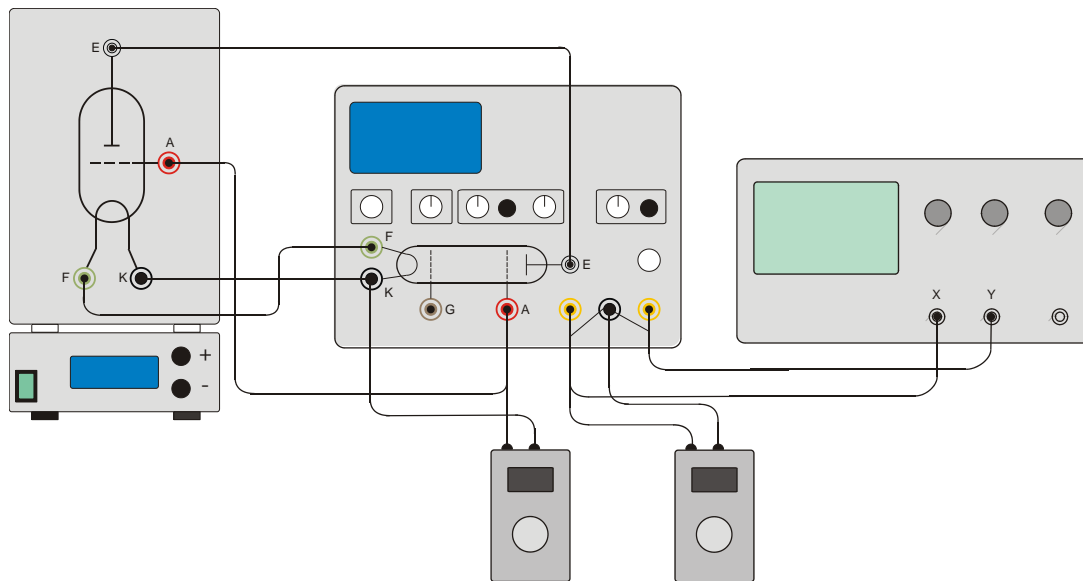

Fig. 3 Montaje experimental con el tubo de Franck-Hertz con 2 voltímetros digital
- Se conecta el voltímetro digital entre la salida de señal (U_X) el casquillo de masa (ver fig. 3).